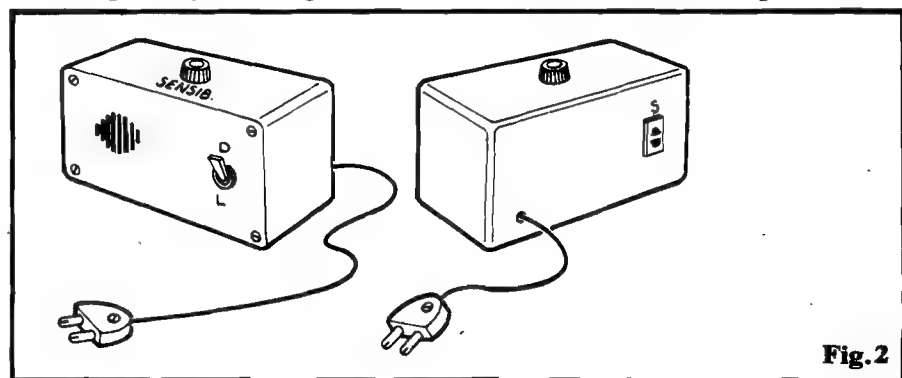

Fig. 2
A fig. 2 sugere um prático e elegante "encaixamento" final para o MORDOMO, devendo estar presentes, externamente, o potenciômetro de "sensibilidade", a chave geral de alimentação, alguns furi-nhos para a passagem do som ao microfone e, na traseira, a saída para o "rabicho" de CA e a tomada de utilização (S). São muitos os **containers** padronizados comerciais que podem abrigar, com conforto e aspecto profissional, a montagem... A maioria das caixas padronizadas são de plástico, o que torna muito fácil a sua usinagem e furação, mesmo sem o uso de ferramental específico...